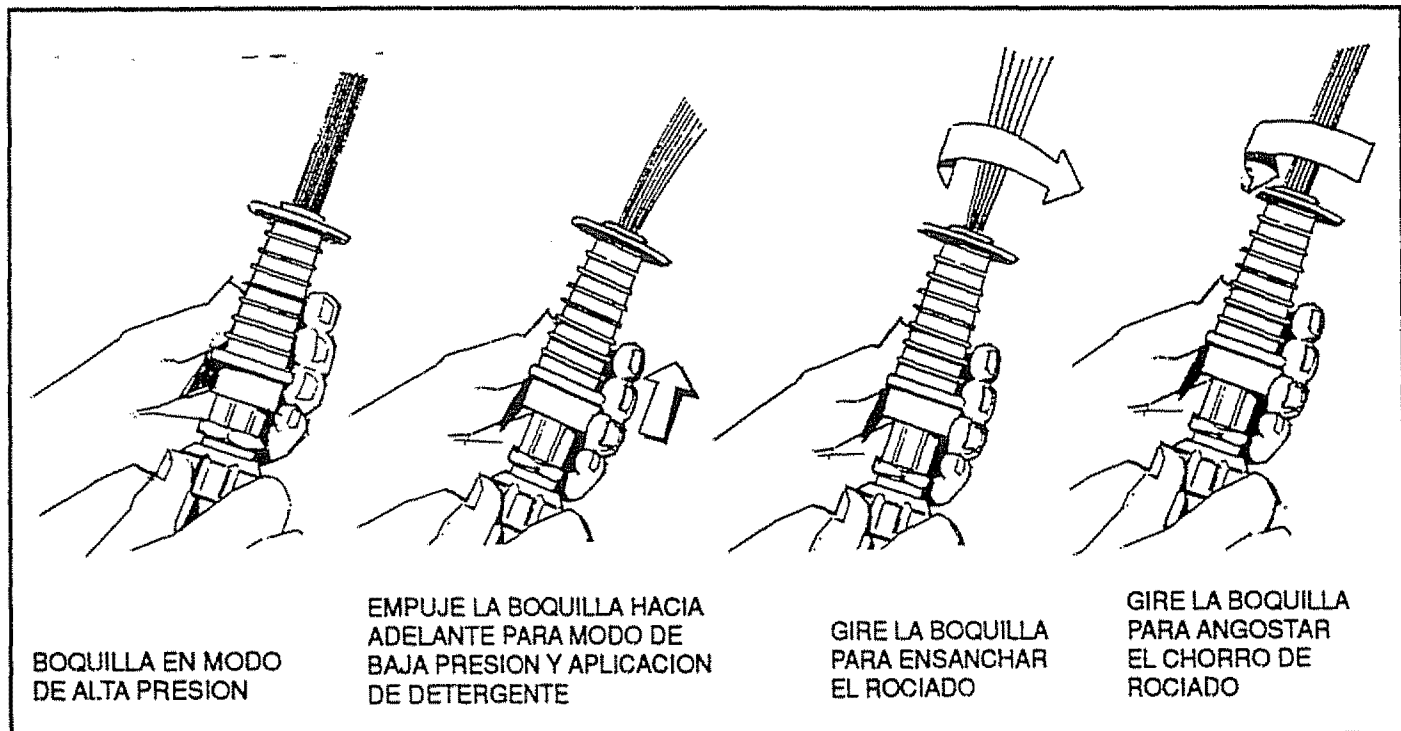

FIG. 15
- Deslice la boquilla hacia adelante cuando desee ajustar el rociado al modo de baja presión (Fig. 15). Deslice la boquilla hacia atrás para alcanzar alta presión.